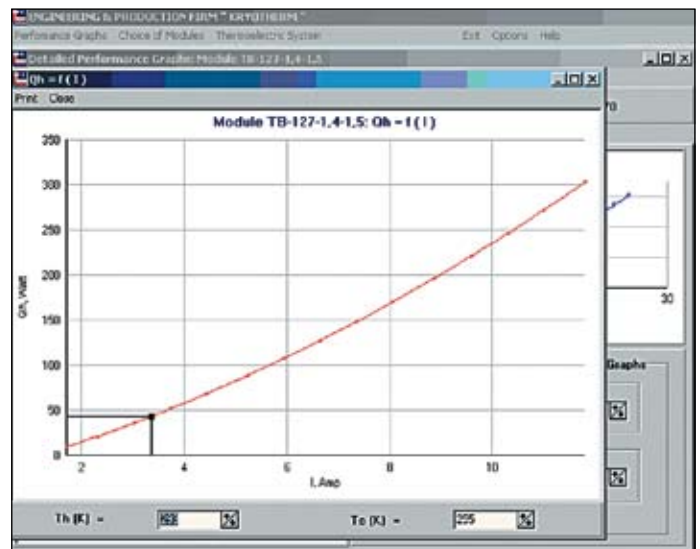

Рис. 21. Определение теплопроизводительности (рассеиваемой на горячей стороне мощности) по значению протекающего тока
8. На графике $Q_h = f(I)$ группы № 3 (рис. 21) находим теплопроизводительность